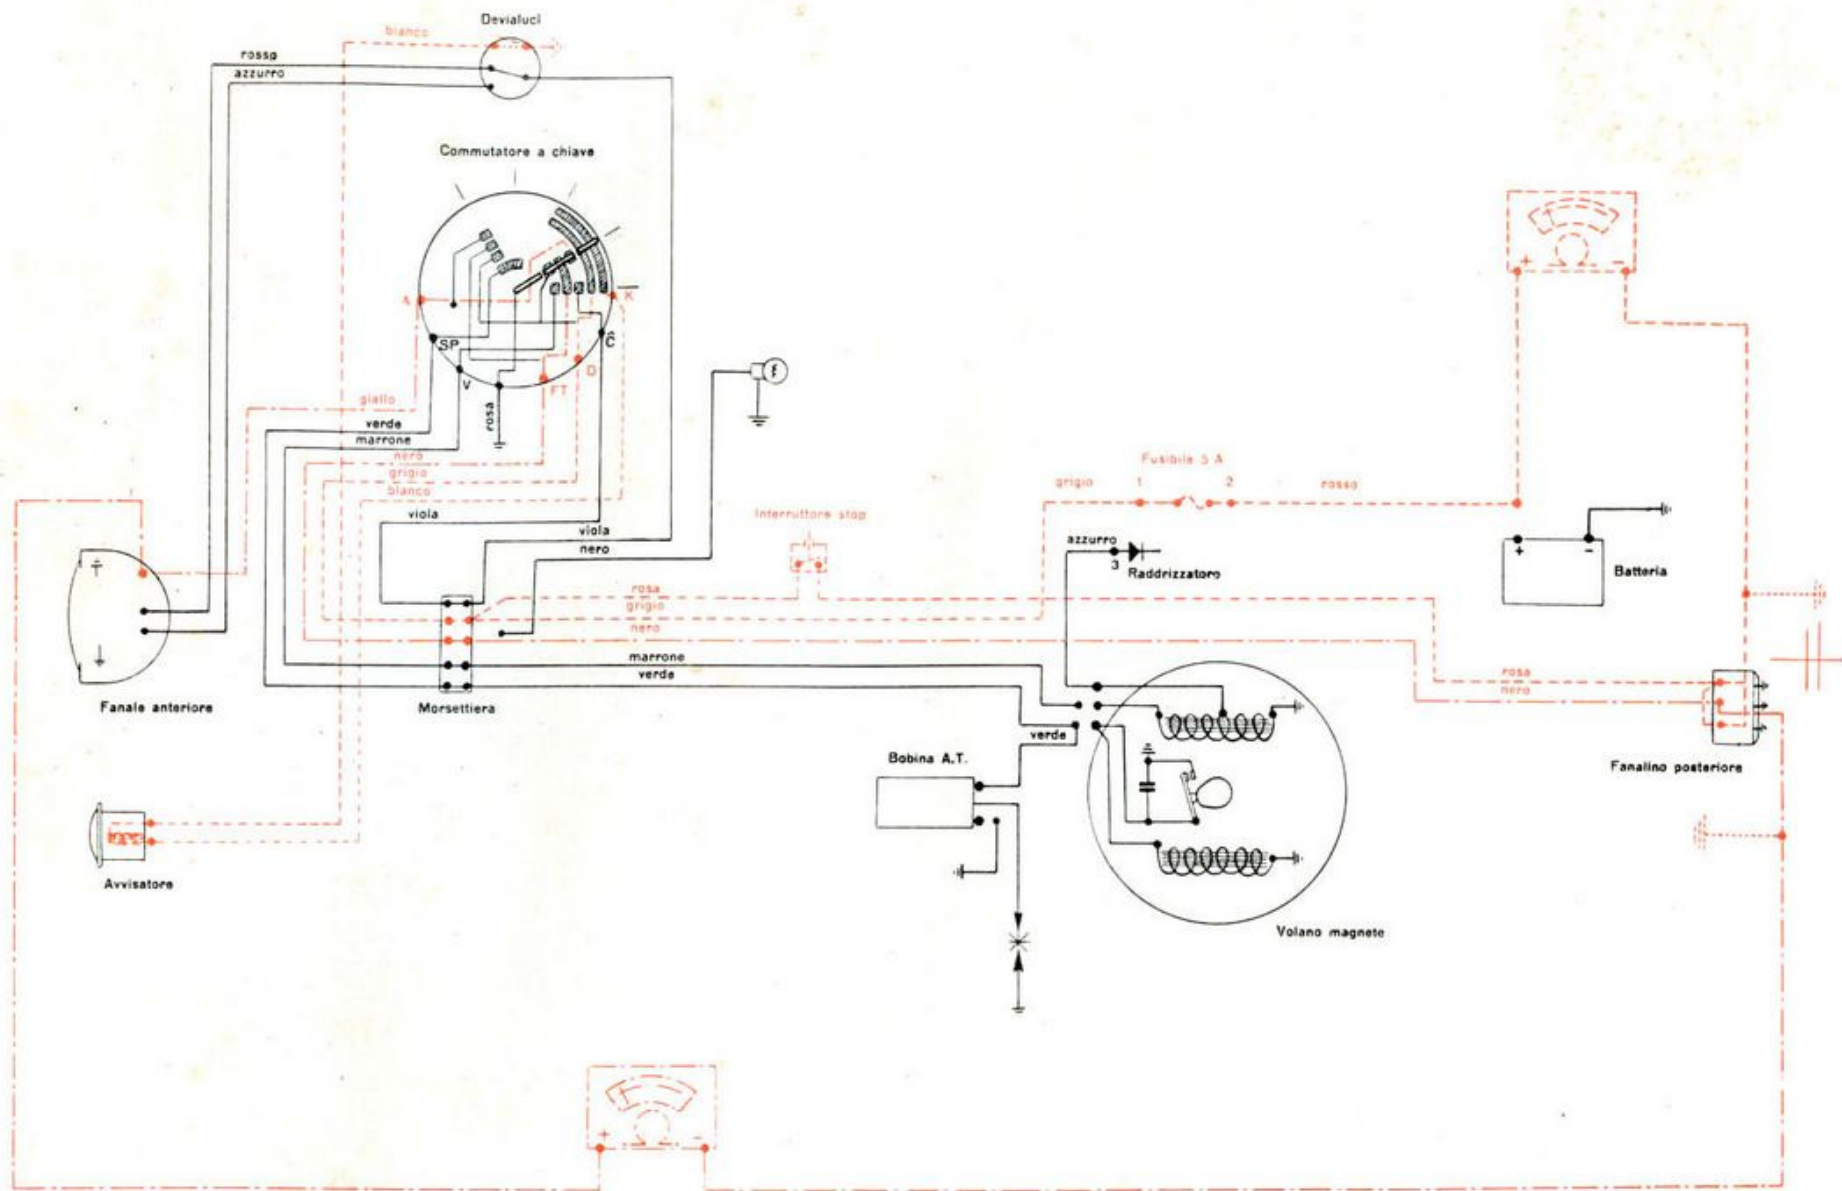

Fig. 44
1) **Circuiti batteria, luci stop e avviatore acustico.** Vedi fig. 44.
2) **Circuiti luce di città e fanalino posteriore.** Vedi fig. 44.